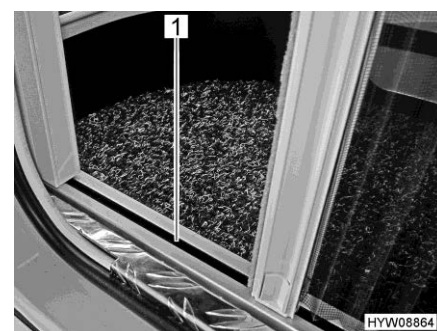

Fig. 35 Protezione contro gli insetti (guida inferiore)
- ▷ Durante l'apertura e la chiusura, afferrare la barra di presa con entrambe le mani. In questo modo è possibile limitare la possibilità che la protezione contro gli insetti si inceppi nelle guide (Fig. 35,1).